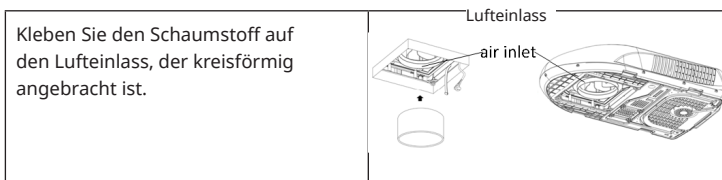

Abbildung 9
- Nehmen Sie das Außengerät heraus und richten Sie es um die Schaumstoffdichtungen herum am Dachloch aus. Ziehen Sie das Netzkabel und das Steuerkabel in den Wohnwagen. (Abb. 9)